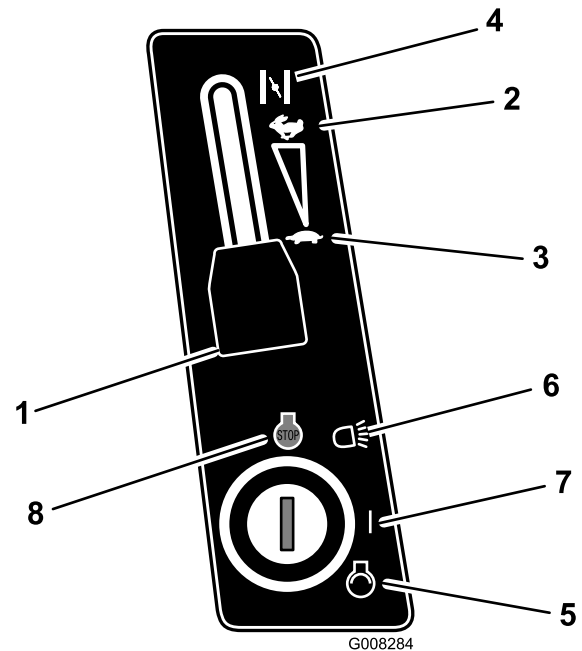

Bild 13
5. Stellen Sie den Gasbedienungshebel beim Anlassen eines kalten Motors auf Choke (Bild 13).
6. Stellen Sie den Gasbedienungshebel auf Langsam (Bild 13).
7. Drehen Sie den Zündschlüssel nach rechts und halten ihn auf Start (Bild 13). Lassen Sie den Schlüssel los, wenn der Motor anspringt.
8. Schieben Sie den Gasbedienungshebel, sobald der Motor angesprungen ist, langsam auf Schnell (Bild 13).
1. Stellen Sie dann den Gasbedienungshebel auf Langsam“ (Bild 13).
2. Drehen Sie den Zündschlüssel auf Aus“ (Bild 13).